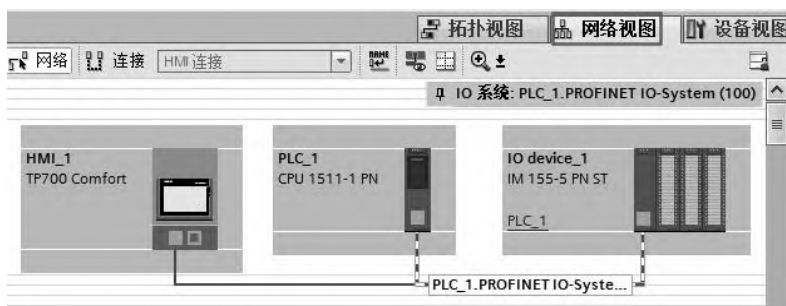
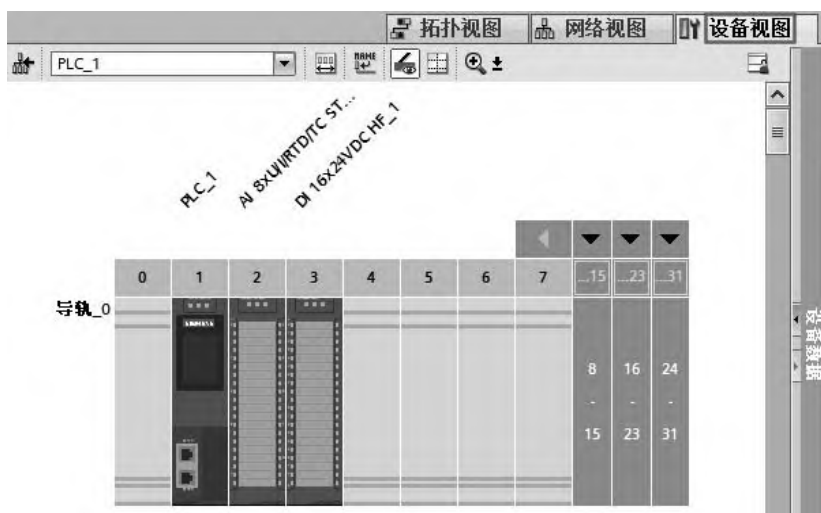

图 10-45 硬件配置——网络视图
图 10-46 硬件配置——硬件视图
① 创建项目“Diag_Control”。创建一个项目“Diag_Control”, 并进行硬件配置, 硬件配置的网络视图如图 10-45 所示, PLC_1 硬件配置的硬件视图如图 10-46 所示。